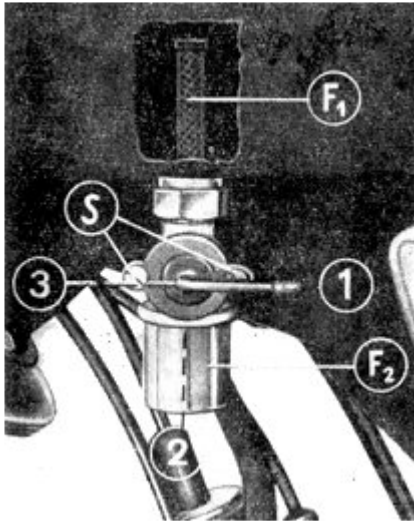

Bild 5. Kraftstoffhahn
3. Kraftstoffhahn öffnen (Bild 5).